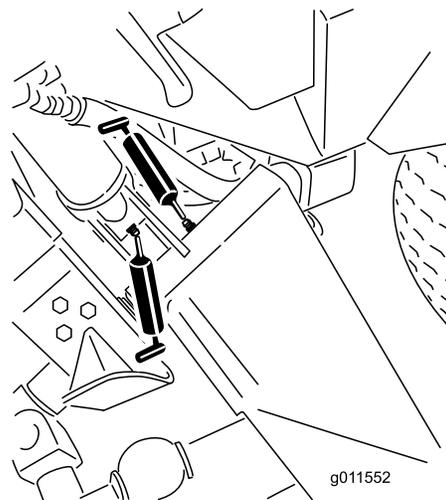
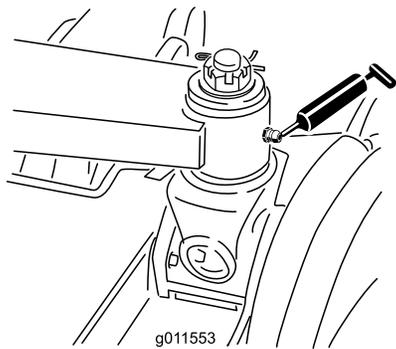

Figura 41
Figura 42
- Boccole (6) del braccio di sollevamento principale (Figura 41 e Figura 42).